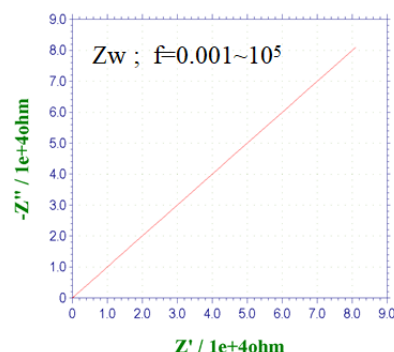

図 1. ワールブルクインピーダンスのナイキストプロット
数を固定すると、低周波数で効いてくる過程である。ワールブルクインピーダンスのナイキストプロットを図 1 に示す。(1) 式からわかるように実成分と虚成分が等しいので位相が常に 45° と一定であり、実軸と 45° の角度をなす直線になる。大抵は低周波数領域に現れる過程である。